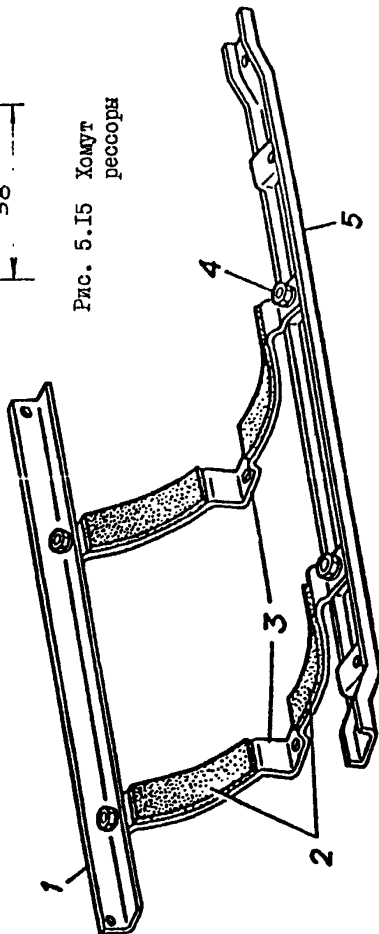

Рис. 5.14 Сборка основания газового баллона
- 4) собрать основание газового баллона как показано на рис.5.14;